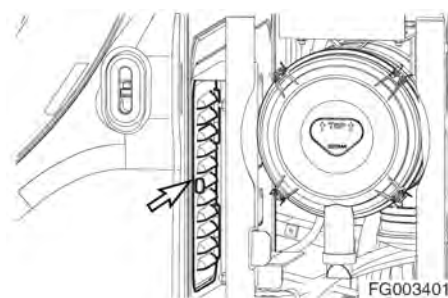

Рис. 89
1. Открыть дверцу с левой стороны машины, затем удалить четыре барашковые болта, шайбы и крышку (рис. 89).